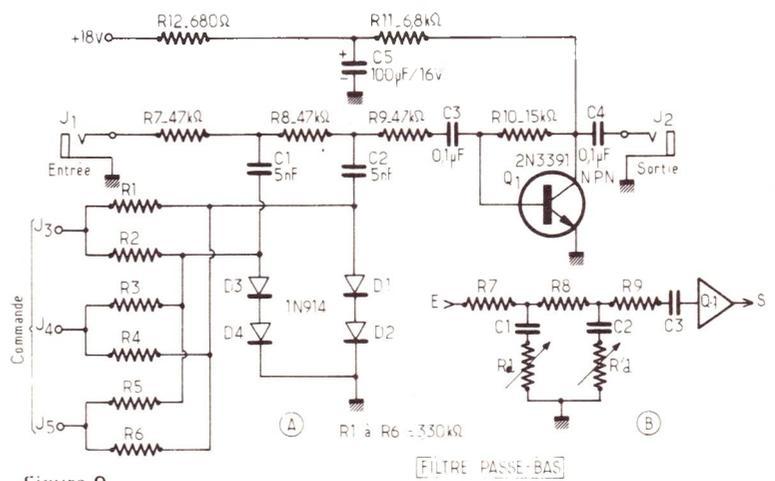

Figure 9
Une même polarisation positive, de 0 à +5 V, réalisée avec le circuit (e) de la figure 2, peut être appliquée aux diodes D_1 à D_4 par une des trois entrées de commande j_3 , j_4 , j_5 . A la figure 9 (B) on montre d'une manière simplifiée la constitution du filtre, où $R_D = D_D$ sont les résistances des diodes à polarisation directe, variable.